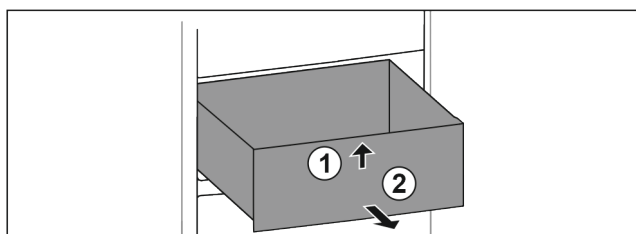

Fig. 27
- ▶ Levante el cajón por delante. Fig. 27 (1)
- ▶ Extraiga el cajón hacia adelante. Fig. 27 (2)